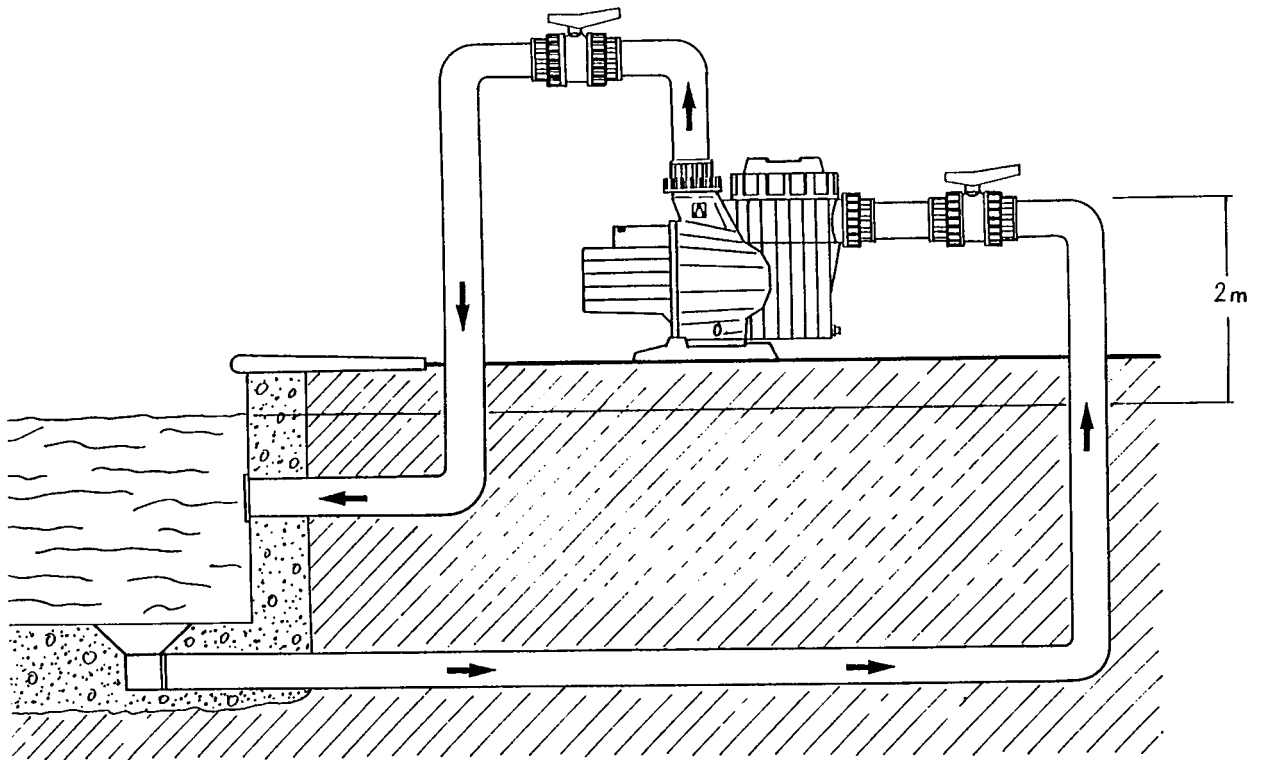

Рис. 2
- Насос может быть установлен до 5 м ниже и до 2 м выше зеркала воды (отчет от всасывающего патрубка) (рис. 2).
Рис. 2а